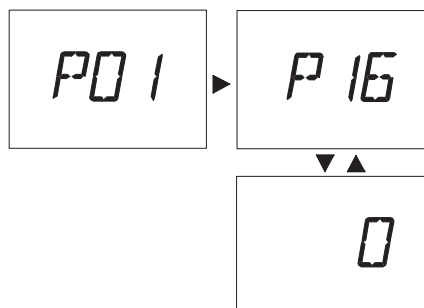

Рис. 29
- 1 Нажимайте кнопку сброса 9 Рис. 5 пока на ЖК-дисплее не отобразится параметр **P16**, в котором можно настроить *Класс производительности* (последовательность **P16** чередуется с **0**) (Рис. 29).